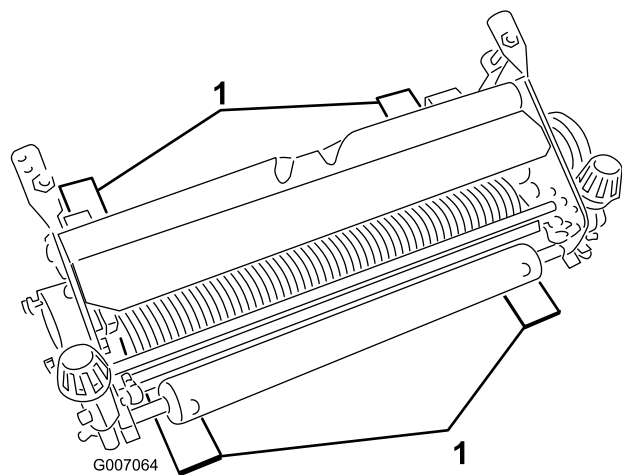

図 4
2. 希望する設定高さ地表面からの高さに、4本のゲージバーを設定し、これらのゲージバーをサッチングユニットの前後のローラの下に当てる  図 4。